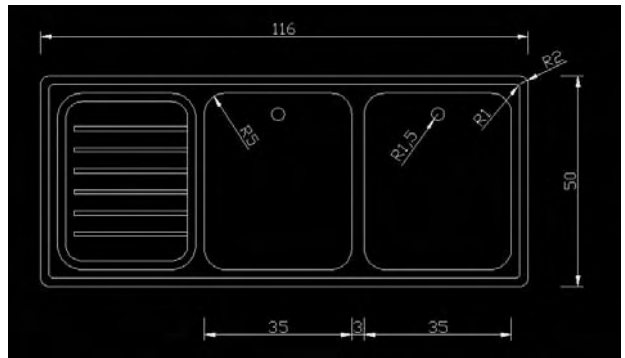

Fig.18.1
- 1 Dessinez en 2D les différentes composantes de l'évier selon les données des figures 18.1 et 18.2. Le décalage entre les rectangles est de 2 cm.